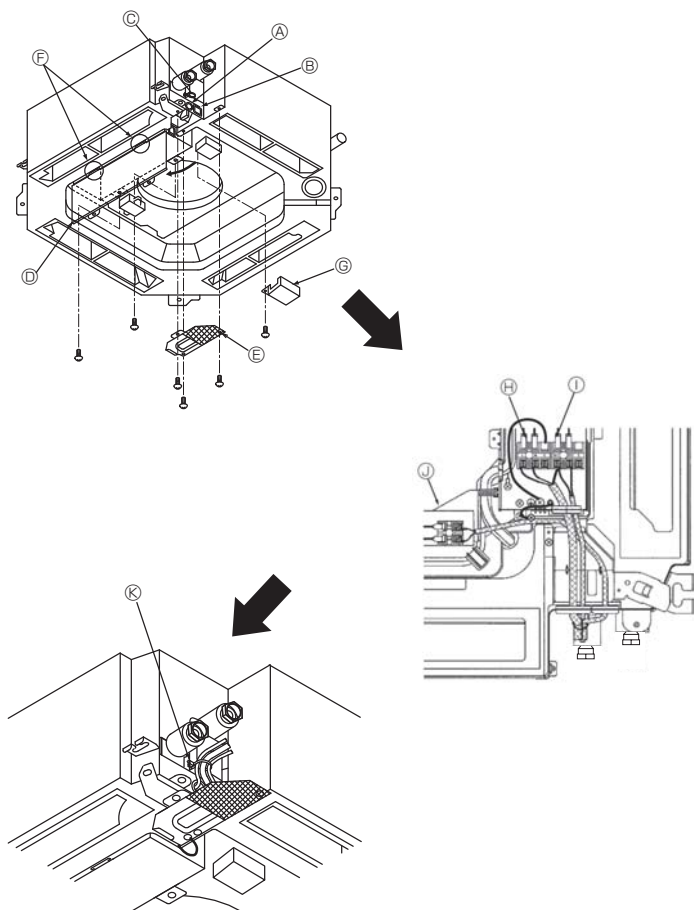

Fig. 5-1
5.1. Unidad interior (Fig. 5-1)